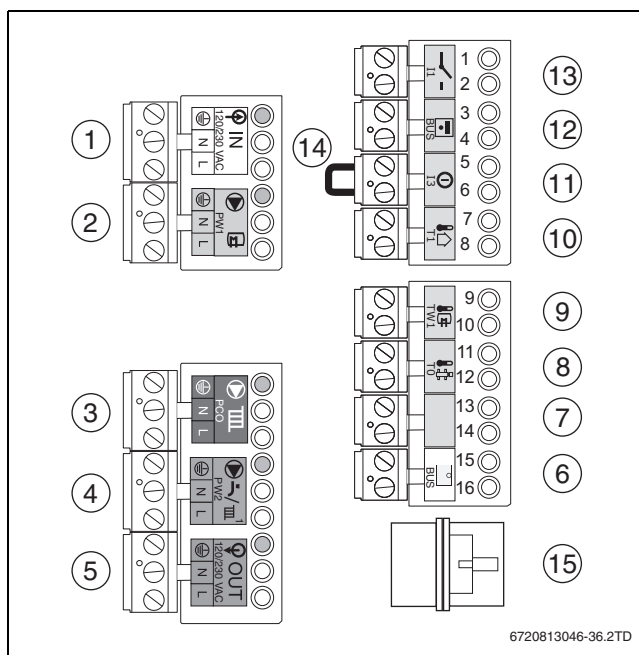

Bild 33 Klemmleisten
- Ein-/Aus-Raumtemperaturregler auf Anschlussklemme **I1** (→ Bild 33, [13]) anschließen (Zubehör).
- Regler auf Anschlussklemme **BUS** (→ Bild 33, [6]) anschließen. Hierzu ein 2-adriges Stromkabel von 0,4 bis 0,75 mm² verwenden.
- Anschlusskabel [2] an die orange Anschlussklemme **BUS** (→ Bild 33, [6]) anschließen und zum ersten Funktionsmodul führen.
- ▶ Brücke (→ Bild 33, [14]) auf Anschlussklemme ① entfernen.
- ▶ Außentemperaturfühler auf Anschlussklemme T1 (→ Bild 33, [10]) anschließen.
- ▶ Speichertemperaturfühler auf Anschlussklemme TW1 (→ Bild 33, [9]) anschließen.
- ▶ Heizungspumpe auf Anschlussklemme PCO (→ Bild 33, [3]) anschließen.
- ▶ Zirkulationspumpe auf Anschlussklemme PW2 (→ Bild 33, [4]) anschließen.
- ▶ Speicherladepumpe auf Anschlussklemme PW1 (→ Bild 33, [2]) anschließen.
- ▶ Externes 3-Wege-Ventil am Anschlussklemme **PW1** (→ Bild 33, [2]) anschließen.